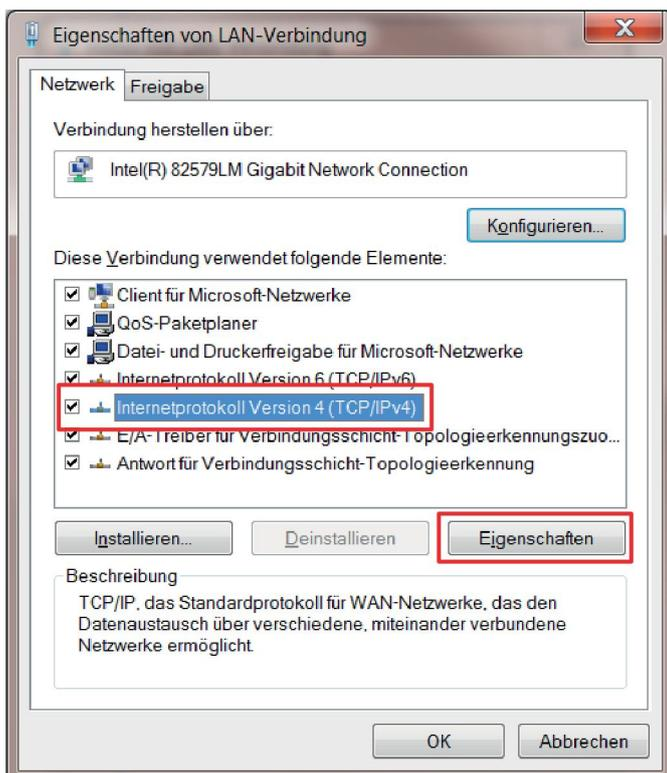

Abb. 45: Eigenschaften von LAN-Verbindung
6. ▶ „Internetprotokoll Version 4 (TCP/IPv4)“ markieren und „Eigenschaften“ (Abb. 45) auswählen.